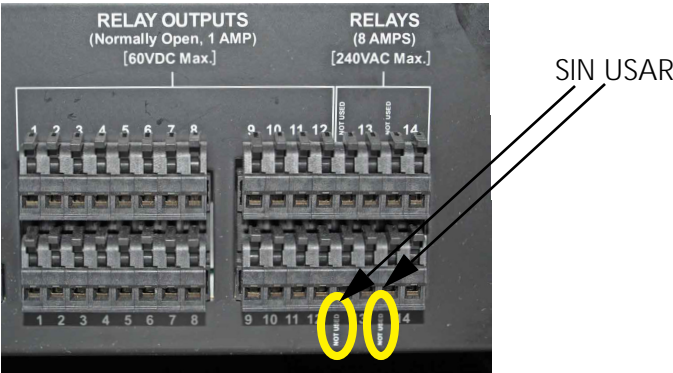

Figura 2-12 Salidas de relé
**NOTA:** hay dos patillas de conector marcadas como “NOT USED” (SIN USAR), tal y como se indica en la Figura 2-12.